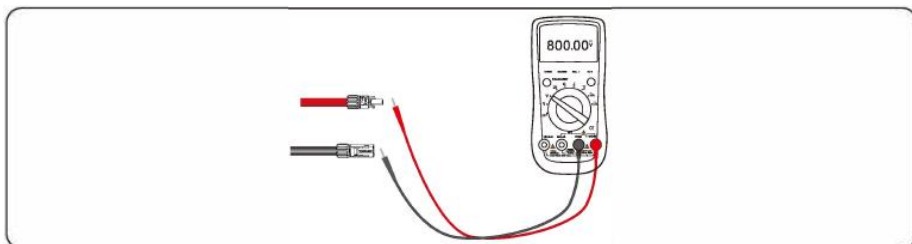

Figura 5.12 Comprobación de la tensión de cada ruta Cadenas
**Paso 5** Mida el voltaje de cada una de las cuerdas de la ruta utilizando un multímetro. Asegúrese de que las polaridades de los cables de alimentación de CC sean correctas, tal como se muestra en la figura 5.12.